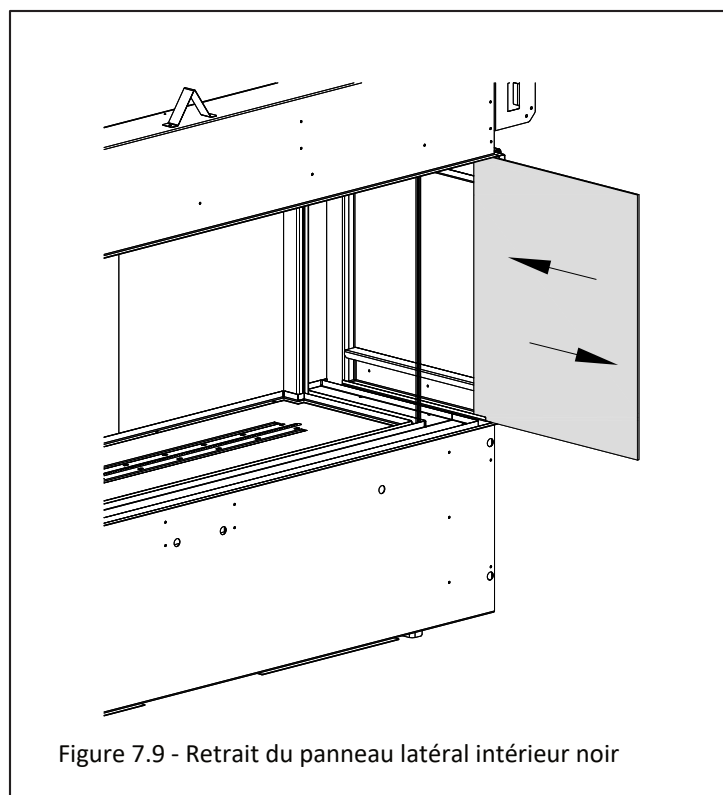

Figure 7.9 - Retrait du panneau latéral intérieur noir
1. Retirez l'écran pare-étincelles et le panneau latéral intérieur noir, montré à la Figure 7.9.